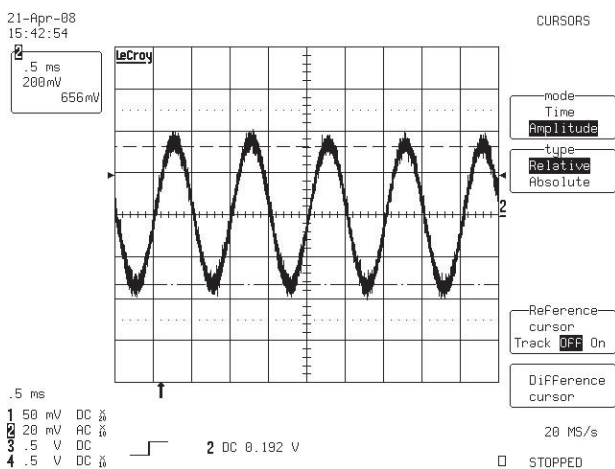

图 22 伴音功放输入信号波形
6、频率为 1KHz 的伴音信号，功放 U801 输入端（或 CA153、CA139 处）波形如图 22 所示。